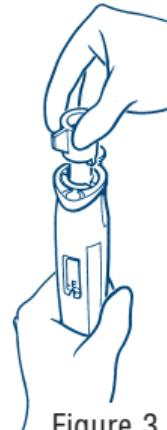

Figure 3
**Notez que ce réglage ne peut se faire qu'à l'aide d'un outil spécial appelé clé d'ajustement (Figures 3 et 5G) et ne peut pas être changé accidentellement.**
(Figure 3) puis de tourner la clé :